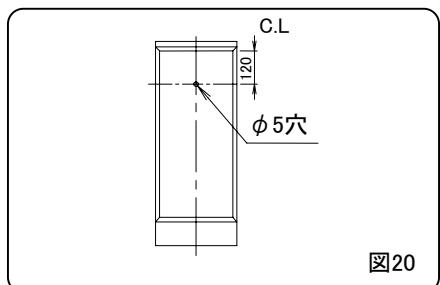

図20
- ②下台キャビネットの後板の所定位置に壁面取付け用の下穴(Φ5穴)を加工してください。(図20)
- ③下台キャビネットを所定の位置に設置してください。